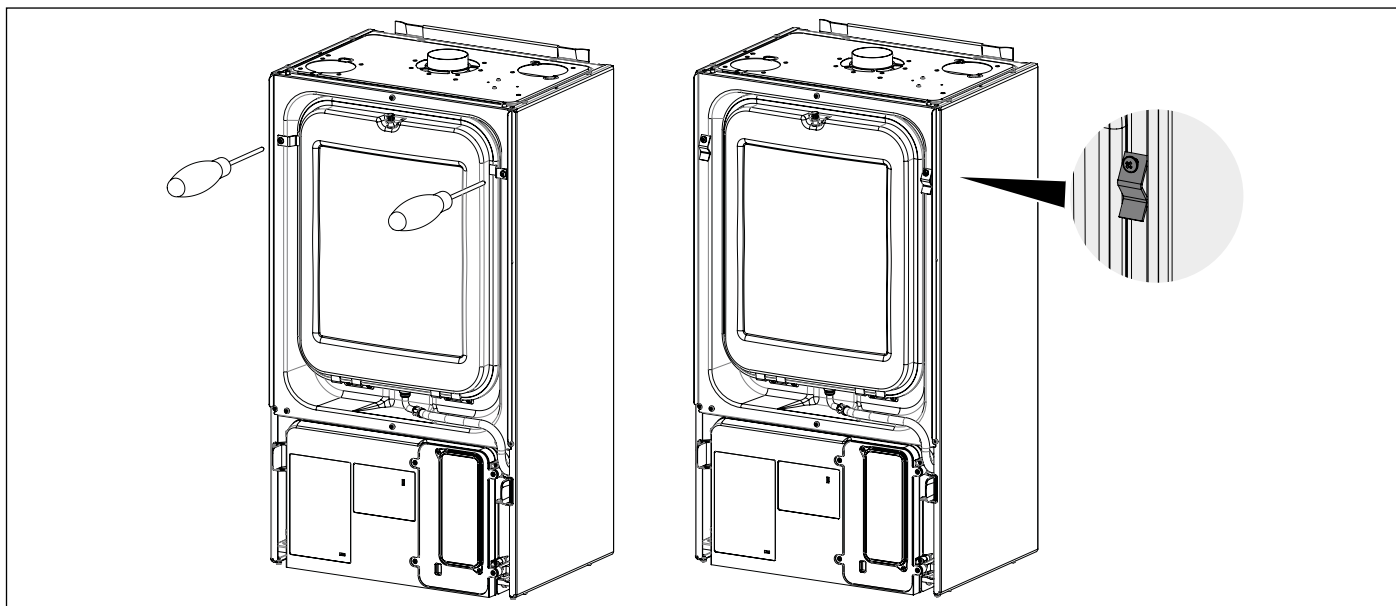
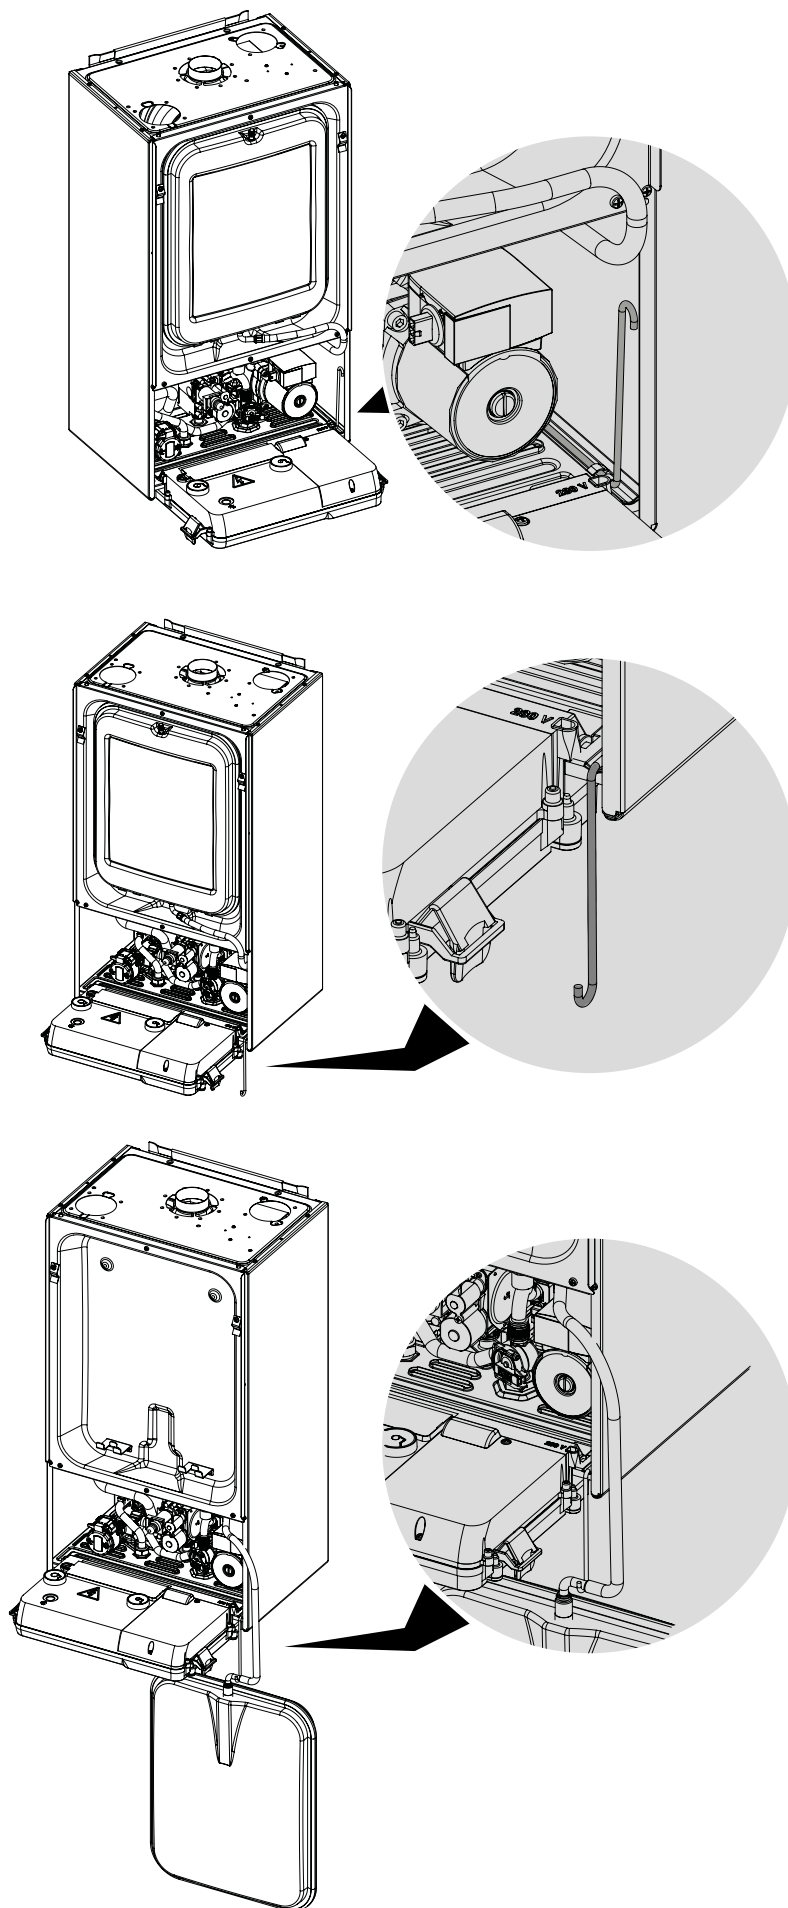

Рис. 36 Демонтаж фіксаторів розширювального баку
Рис. 37 Скоба кріплення розширювального бака
- Зняти передню панель герметичної камери, попередньо зняв розширювальний бак (дивись Рис. 36 Демонтаж фіксаторів розширювального баку та Рис. 37 Скоба кріплення розширювального баку).